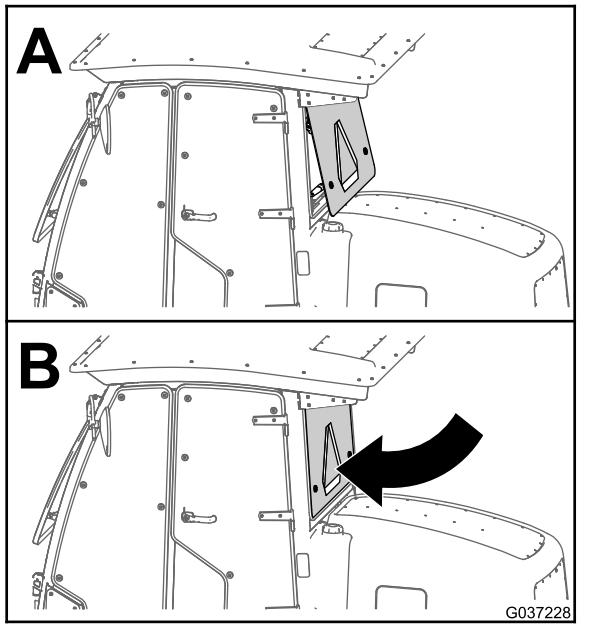

Bild 72
1. Schließen Sie das Heckfenster der Kabine (Bild 72).